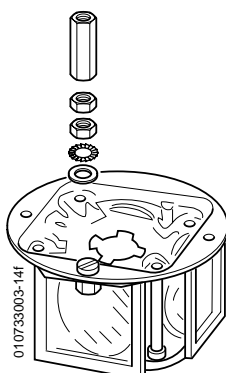

FIG. 7
- 8) Repositionner le bloc optique sur les 2 tiges filetées en veillant à ce qu'il soit en appui correct sur son support (FIG. 7).
- 8) *Put back the optical block in position on the 2 threaded rods and check it is fixed properly on its support (FIG. 7).*